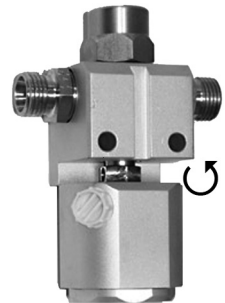

Abb. 12.
2. Schrauben Sie mit einem großen Schraubendreher die Packungsschraube heraus (s. Abb. 12).